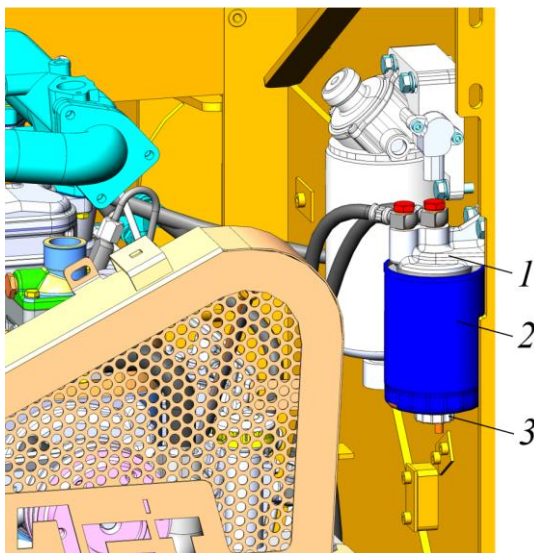

Рисунок 5.49. Процедура замены фильтра тонкой очистки топлива
Фильтр тонкой очистки топлива 2 размещен в моторном отсеке машины, справа, см. рис. 5.49.
- ▶ Отвернуть сливную пробку 3 и слить топливо с фильтра тонкой очистки топлива в заранее подготовленную емкость , рис. 5.49.
- ▶ Отвернуть фильтр тонкой очистки топлива 2 от корпуса фильтра 1, рис. 5.49.